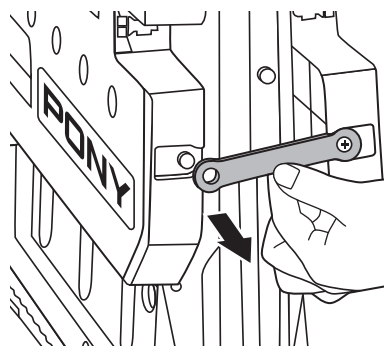

Figure 2
3. Déverrouiller les attaches de sécurité des deux côtés. (Figure 2)